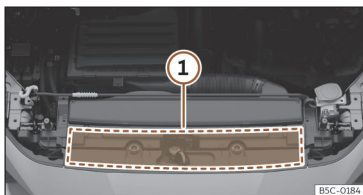

Fig. 222 No compartimento do motor: zona de localização da etiqueta de óleo do motor
tor >>> **Fig. 222 (1)**. Se utilizar o óleo do motor recomendado, é possível corrigir o nível do enchimento tantas vezes quantas forem necessárias.